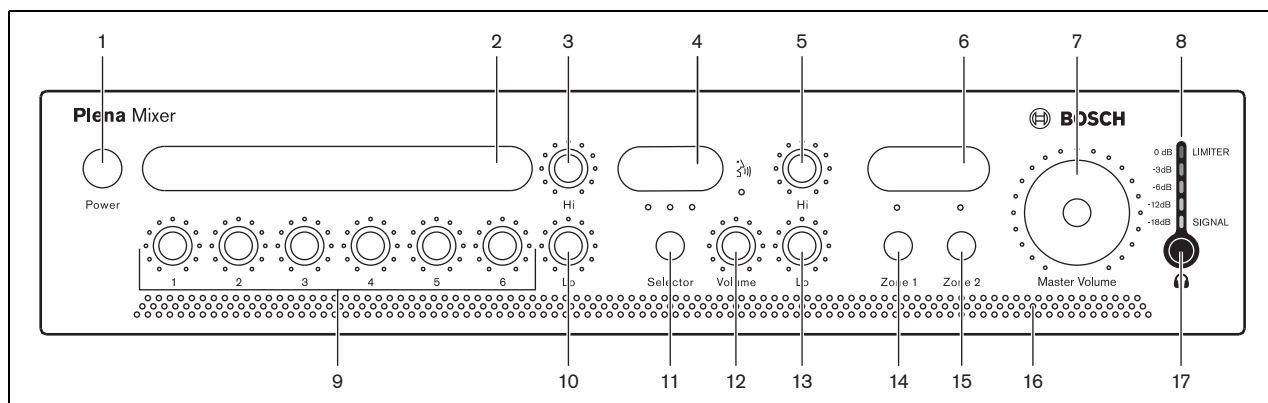

figure 5.2: Panneau avant
- 2 Assurez-vous que l'interrupteur power (1) à l'avant de l'unité est activé - enfoncé (voir figure 5.2).
Réglez l'interrupteur power (1) à l'avant de l'unité sur désactivé - sorti (voir figure 5.2).
Les utilisateurs peuvent créer des étiquettes personnalisées pour : entrées de microphone/ligne, description de sources musicales et zones de sortie audio 1 et 2. Ces étiquettes peuvent être fixées sur l'amplificateur mélangeur sur les positions 2, 4 et 6 (voir figure 5.2). Des broches colorées peuvent également être insérées sur diverses positions autour des indicateurs afin d'indiquer les réglages favoris pour une application particulière.
Utilisez les commandes de tonalité Hi (haute) et Lo (Basse) (voir figure 5.2, numéros 3 et 10) pour changer collectivement la tonalité des entrées microphone/ligne 1 à 6.